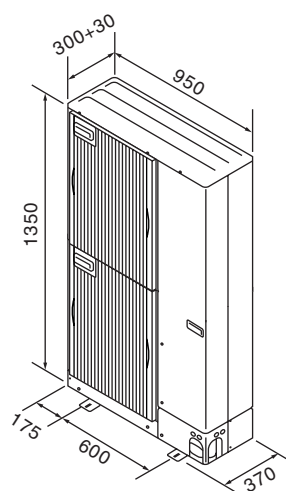

Fig. 3-1
3.3. Контурные габариты (Наружный прибор) (Fig. 3-1)